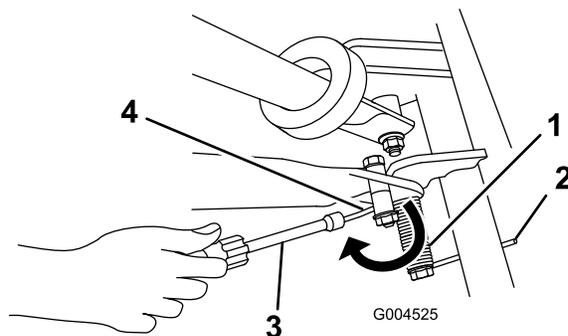

Figure 10
- Placez une clé à écrous sur l'extrémité du ressort en la dirigeant vers l'arrière et faites passer l'extrémité du ressort sous l'entretoise de la béquille (Figure 10).